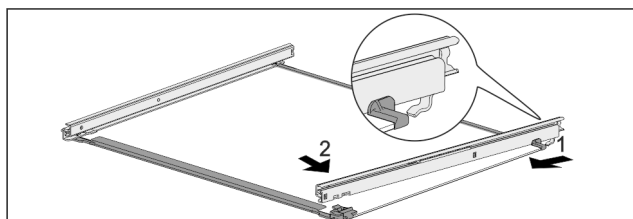

Fig. 125 Glassplate med skinner
- Hekt inn skinne bak. Fig. 125 (1)
- Hekt inn skinne foran. Fig. 125 (2)